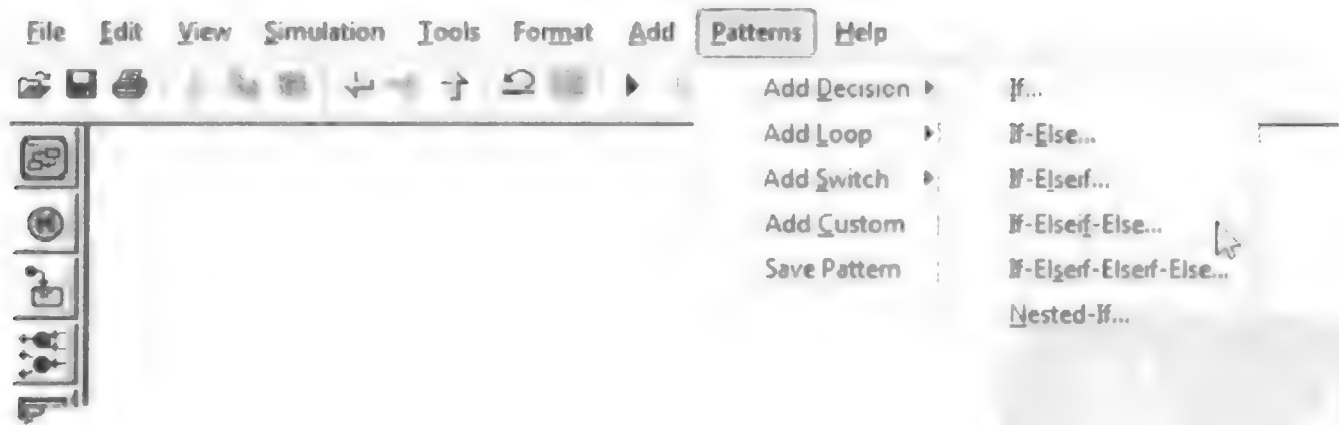

图 3.3.7 流程图向导菜单
(1) 单击编辑器菜单项 Patterns→Add...,选择流程图的类型,如图 3.3.7 所示。